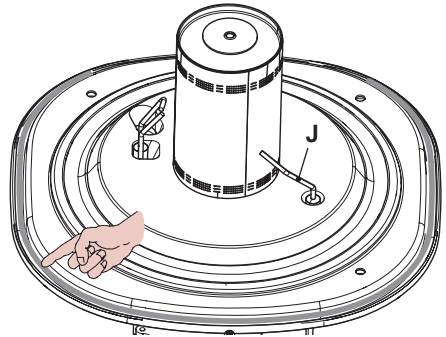
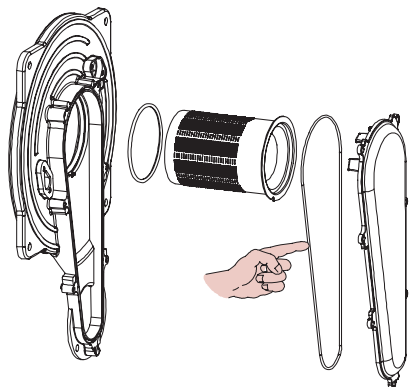

Figura 9.9
Figura 9.10
- La guarnizione in silicone della parete frontale della camera di combustione Figura 9.9 e la guarnizione del coperchio condotto aria/gas (Figura 9.10) devono essere cambiate se deteriorate e comunque devono essere obbligatoriamente sostituite ogni 2 anni.
- L'elettrodo di rilevazione J in Figura 9.9 funge anche da sensore per il corretto scarico della condensa.